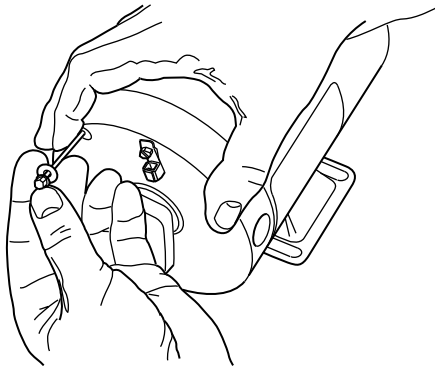
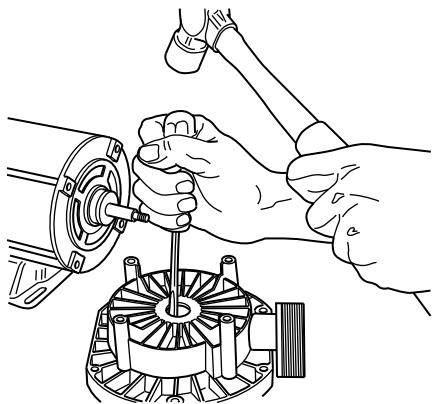

Figure 4
Figure 5
6. Prudemment, déposer les quatre boulons traversants du moteur de la plaque d'étanchéité (voir la Figure 4); déposer la plaque d'étanchéité et, à l'aide d'un tournevis, chasser le siège en céramique en tapant dessus à l'arrière (voir la Figure 5). Ne pas endommager la cavité de la bague d'étanchéité dans la plaque d'étanchéité.